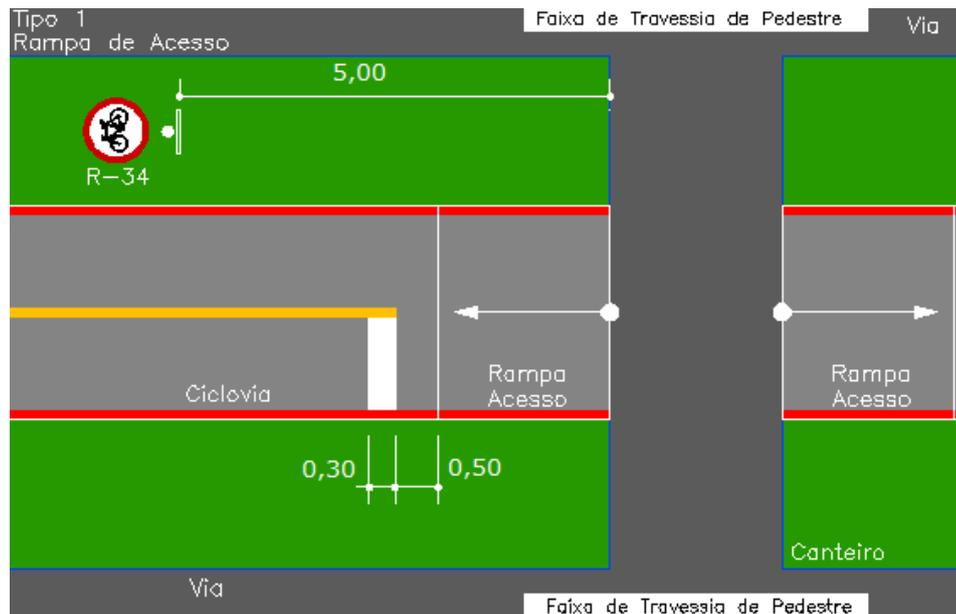

Figura 08 – Placa de Regulamentação R-34 – Tipo 1 – Rampa Transversal de Acesso à Ciclovía.
- Quando houver rampa transversal, com faixa de travessia de pedestre, posicioná-la a 5 metros da rampa, ver Figura 08.